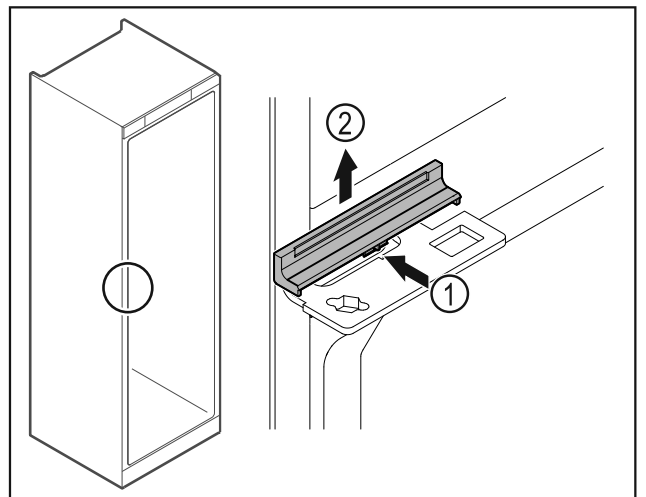

Fig. 42
- ▶ Šiek tiek įspauskite dengiamąją plokštelę Fig. 42 (1) viduryje ir nuimkite į viršų Fig. 42 (2).